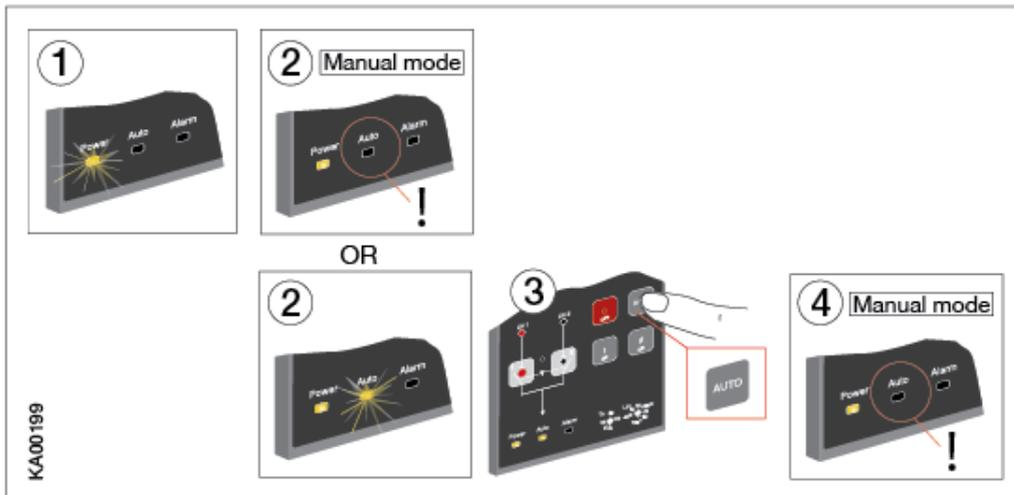

Рисунок 7.3 Перевод блока автоматического управления OMD_ в ручной режим
- а) убедитесь, что светодиод питания горит, как показано на рис. 7.3/①.
- б) если не горит светодиод «Auto»②, то это значит, что блок автоматического управления находится в ручном режиме.
- в) если горит светодиод «Auto», то один раз нажмите кнопку «Auto»③. Светодиод «Auto» погаснет, а блок автоматического управления OMD_ перейдёт в ручной режим ④.